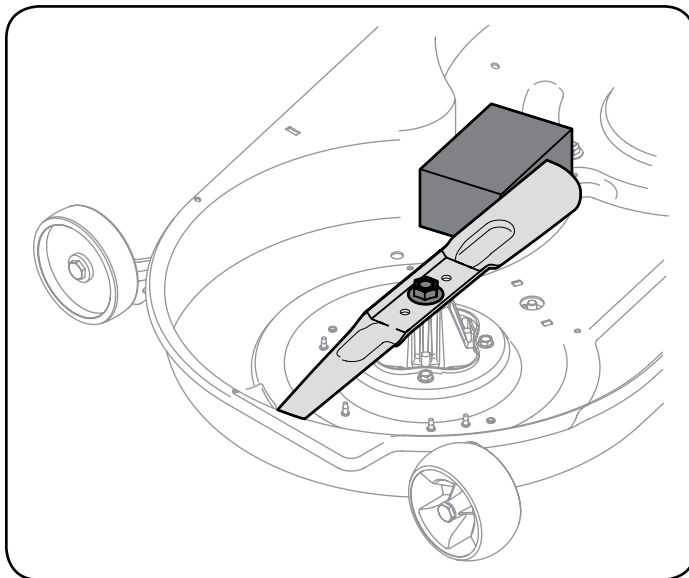

Figura 32
2. Coloque un bloque de madera entre el deflector del alojamiento de la plataforma y la cuchilla de corte para que actúe como estabilizador. Vea la Figura 32.
3. Extraiga la tuerca de brida hexagonal que asegura la cuchilla al montaje del husillo. Vea la Figura 32.